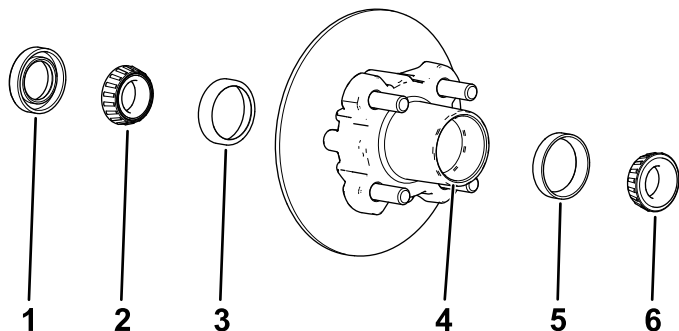

Figure 38
1. Déposez le roulement extérieur et la bague de roulement du moyeu (Figure 38).
2. Déposez le joint et le roulement intérieur du moyeu (Figure 38).
- Éliminez la graisse, la saleté et les débris déposés à l'intérieur de la cavité du moyeu (Figure 38).
- Remplissez la cavité du moyeu de 50 à 80 % environ avec la graisse spécifiée (Figure 38).
- Assemblez le roulement intérieur sur la bague sur le côté intérieur du moyeu et montez le joint (Figure 38).